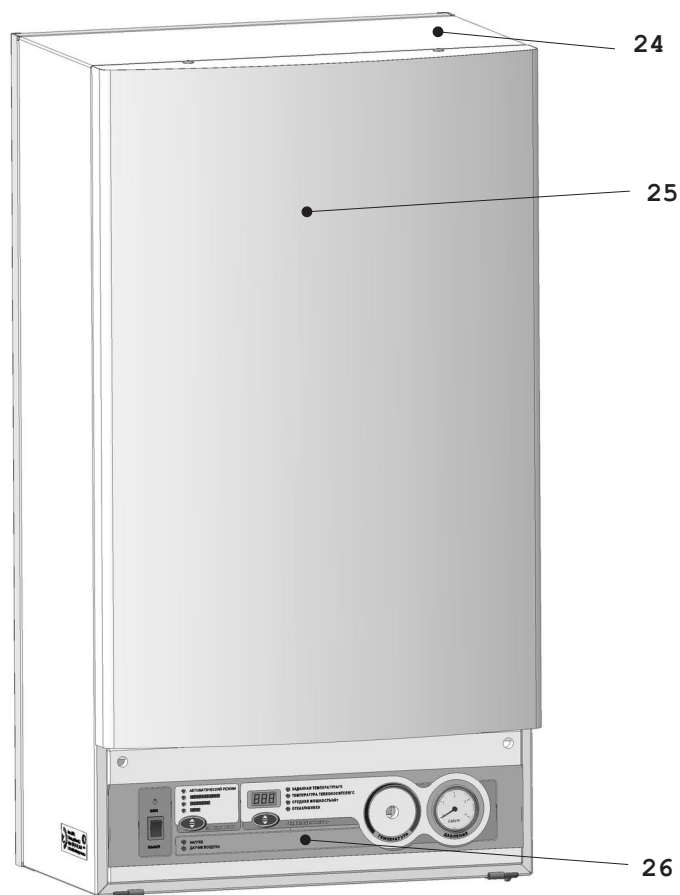

Рис. 2
4.2 На кожухе (24) Рис. 2 в нижней его части расположена панель управления (26) с элементами управления и индикации режимов работы прибора. Для монтажа и обслуживания устройств, расположенных внутри прибора, панель лицевая (25) может сниматься предоставляя доступ к любому узлу.
| 10 - плата питания и реле | 24 - кожух (рис.2) |
| 11 - автоматический выключатель | 25 - панель лицевая (рис.2) |
| 12 - предохранительный клапан | 26 - панель управления (рис.2) |
- все токоведущие части прибора должны быть надежно закрыты. Запрещается работа прибора при снятой лицевой панели (25) рис.2.